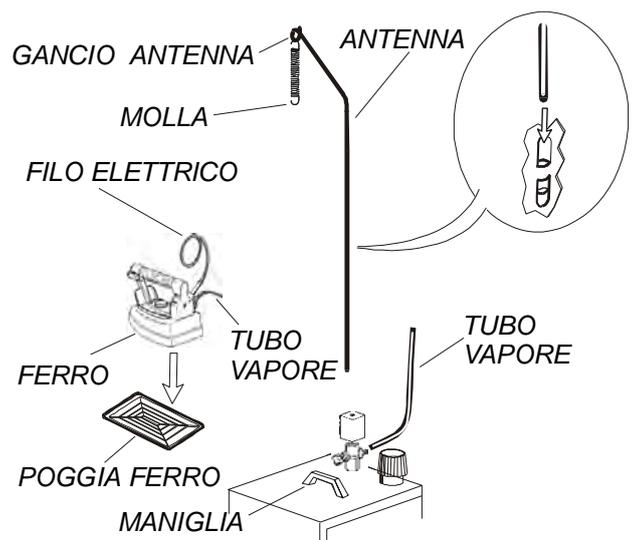
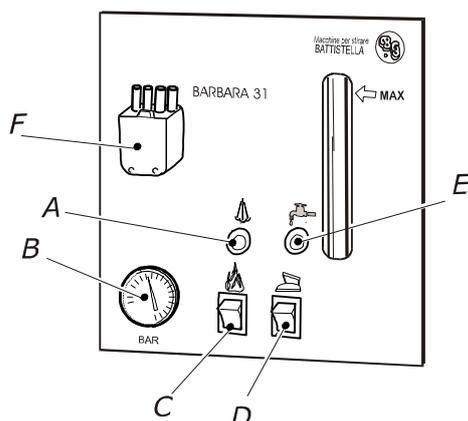
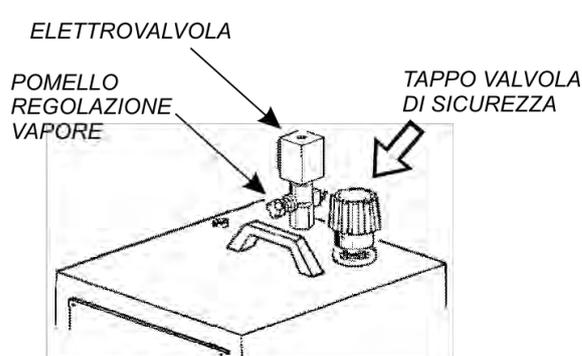
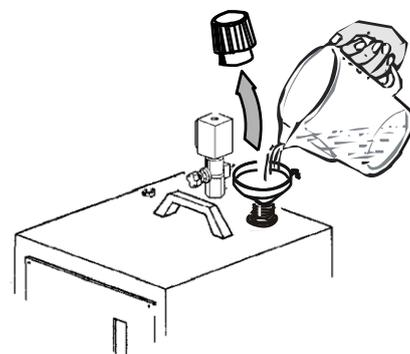

Fig. 1
Fig. 2
Fig. 3
Fig. 6
Per il trasporto e la movimentazione della BARBARA 31 DA TAVOLO servirsi **esclusivamente dell'apposita maniglia**. Mai tirare i cavi elettrici (fig. 1).
2. **Estrarre la BARBARA 31 DA TAVOLO dalla scatola e inserire l'antenna nell'apposito porta antenna situato sul retro dell'apparecchio (fig. 1), avendo l'avvertenza di inserirla bene fino in fondo.**
3. Fissare la molla reggi filo **al gancio dell'antenna** evitando attorcigliamenti (fig. 1).
4. Posare il ferro sul poggia ferro in gomma in dotazione (fig. 1).
1. Svitare il tappo valvola dalla BARBARA 31 DA TAVOLO (fig. 1), riempire con la **quantità desiderata d'acqua la caldaia (si raccomanda di non superare l'indicazione MAX nel vetro livello - fig. 2).** Riavvitare il tappo prendendolo per la parte in plastica con l'avvertenza di non serrarlo troppo altrimenti si rovina la guarnizione (vedi capitolo 7).
3. **Accendere l'interruttore della caldaia (fig. 2 C).** Dopo circa 5 minuti, accendere l'interruttore del ferro (fig. 2 D) e portare il termostato del ferro (fig. 4) sulla posizione "cotone".
4. Attendere che la spia caldaia si spenga (fig. 2 A), il manometro deve indicare 2,8 bar circa (fig. 2 B). A questo punto sollevare il ferro da stiro per il manico in sughero e premere il microinterruttore del ferro (fig. 5) per 4-5 volte, facendo uscire il vapore. Bisogna inoltre accertarsi che il vapore sia ben saturo (premendo **il microinterruttore con il ferro da stiro rivolto verso il pavimento**). **E' possibile inoltre regolare la quantità di vapore desiderata, girando il pomello di regolazione vapore situato nell'elettrovalvola (fig. 3).** Eseguita l'operazione, il ferro da stiro è pronto per stirare. Durante lo stiro la spia caldaia si accende e si spegne in continuazione, segno di normale funzionamento (fig. 2 A).
10. **Non bisogna mai sostituire il tappo valvola (fig. 3) con tappi di altro genere. N.B. il tappo valvola è tarato a 4,5 bar ed inoltre ha la funzione di valvola di sicurezza.**
3. È prudente, durante lo stiro, riporre il ferro solamente sull'apposito poggia ferro in gomma (fig. 1).
5. Quando la BARBARA 31 DA TAVOLO viene utilizzata abbinata ad un tavolo da stiro **non aspirante è possibile che sorgano delle macchie d'acqua sul tavolo**, in questo caso diminuire il flusso di vapore del ferro tramite il pomello di regolazione vapore (fig. 3). **Si consiglia perciò di abbinare l'apparecchio ad un tavolo aspirante e riscaldato.**
L'acqua è terminata quando, durante lo stiro, si accende la spia "senza acqua" (fig. 2 E). A questo punto rimuovere la spina dalla presa, ruotare di 360° il tappo valvola (fig. 3) e aspettare che sia fuoriuscito tutto il vapore. Con molta cautela svitare e togliere il tappo e attendere 5/10 minuti.
Rifornire quindi d'acqua la caldaia (fig. 6) avendo l'avvertenza di non superare il segno MAX (vedi capitolo 4 punto 1). Si consiglia di riempire d'acqua la caldaia servendosi di un imbuto. Riavvitare il tappo valvola (fig. 1), reinserire la spina nella presa di corrente e attendere finché non si spegne la spia caldaia (fig. 2 A).
Svitare e togliere il tappo valvola (fig. 3) e ruotare la BARBARA 31 DA TAVOLO verso destra affinché fuoriesca l'acqua ed eventuali impurità.
4. il tappo valvola ogni 2500 ore di lavoro o al massimo ogni 3 anni (fig. 3).